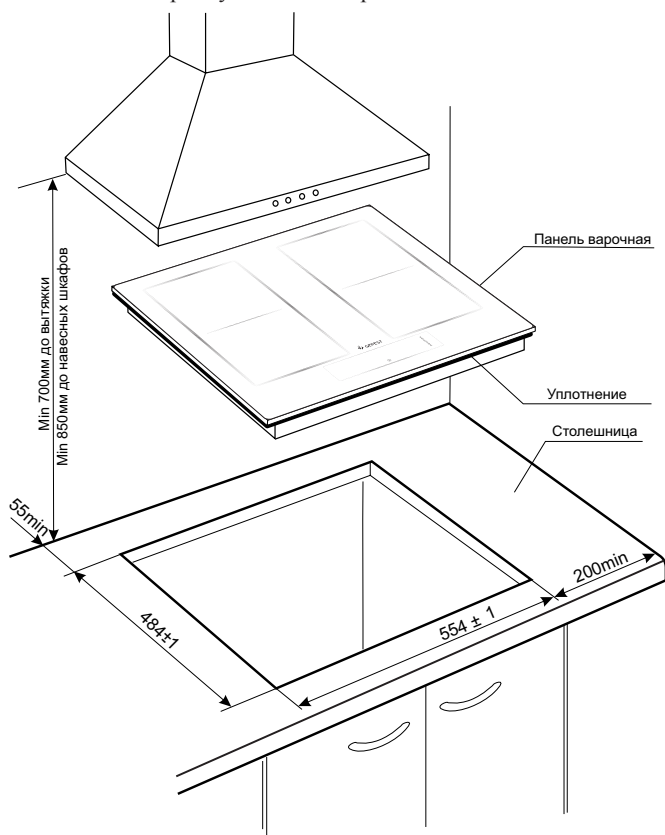

Рис. 4 ПВИ 4234; ПВИ 4234 K12
1. Точно разметить на столешнице контур проема под варочную панель (рис.4).